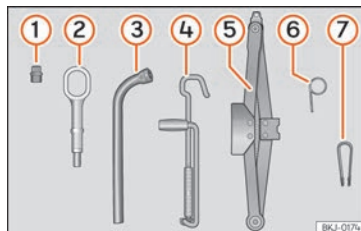

Fig. 69 Nel bagagliaio, sotto la copertura del piano di carico: attrezzi di bordo.
- Agganciare il gancio in metallo (attrezzi di bordo » **fig. 69 ⑥**) in una delle scanalature del copricerchio centrale.